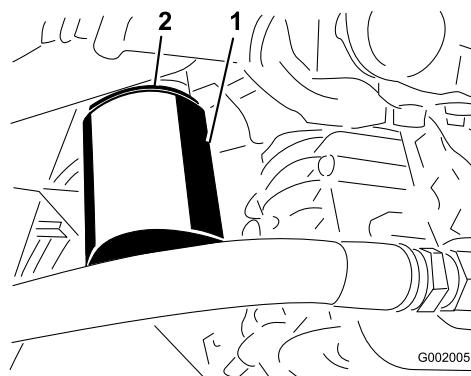

Figura 69
- Togliete il filtro (Figura 69).